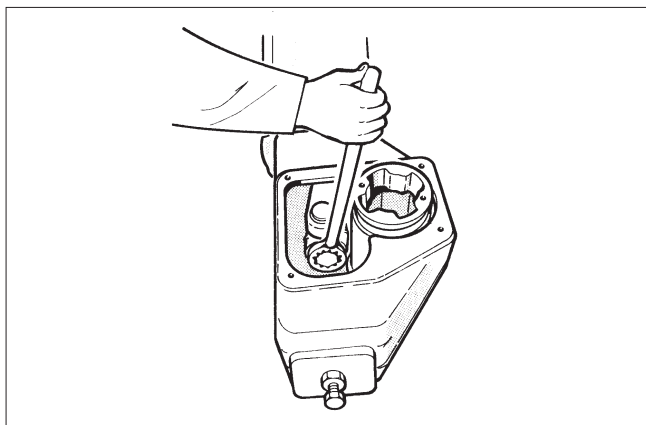

图.10 打开执行机构轴承单元的紧固螺钉
- 拆下气缸端侧限位螺钉 (26)。
- 拆下气缸端部 (44)。
- 拆下外壳盖 (2)。
- 从气缸底座 (6) 侧拧下轴承螺钉 (29) 和气缸紧固螺钉 (31)，参见图 10。如果活塞转动，请勿用活塞紧固螺母阻止转动；应将整个执行机构送交制造商维修。
- 松开轴承单元 (5) 的紧固螺钉 (29)。参见图 10。